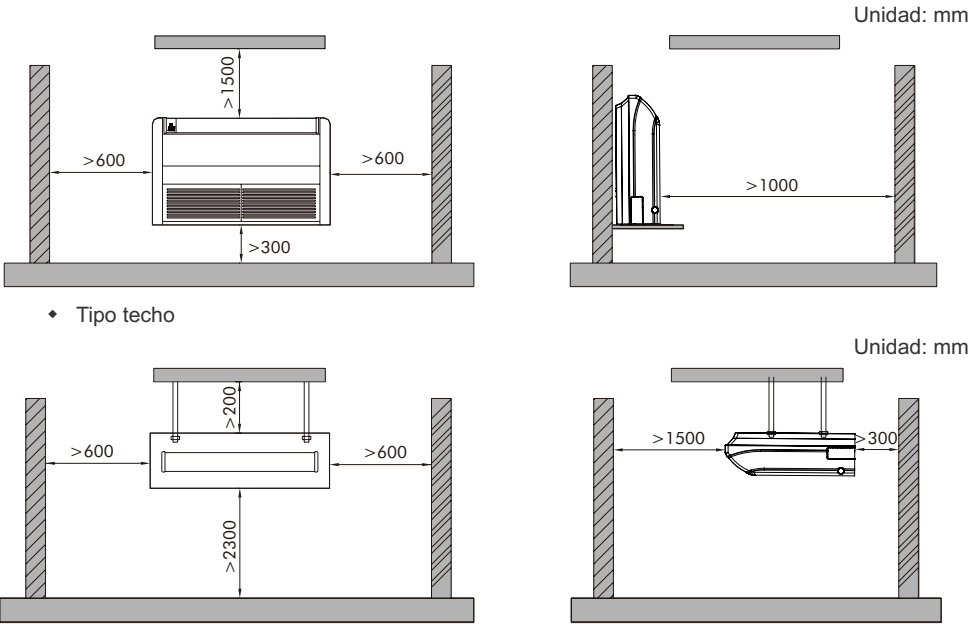

Fig. 2
- (1). Instale la unidad en un lugar que pueda soportar el peso de la unidad.
- (2). La entrada y salida de aire de la unidad nunca debe estar bloqueada de modo que el caudal alcance a todos los rincones de la habitación
- (3). Deje espacio de servicio alrededor de la unidad como indica la Fig.2.